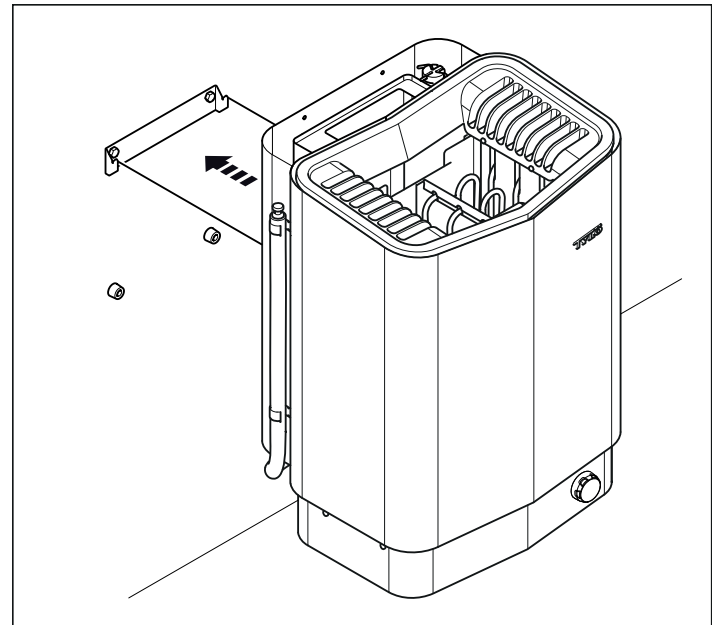

Рисунок 11: Навесьте нагреватель.
9. Навесьте нагреватель на кронштейн (см. Рисунок 11).